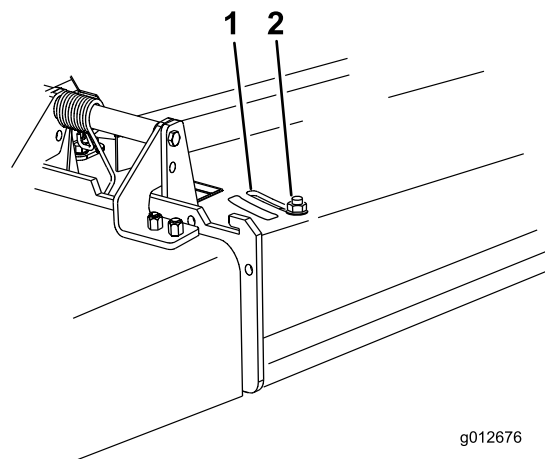

Figura 22
3. Para ajustar o abafador, desaperte a porca (Figura 22).